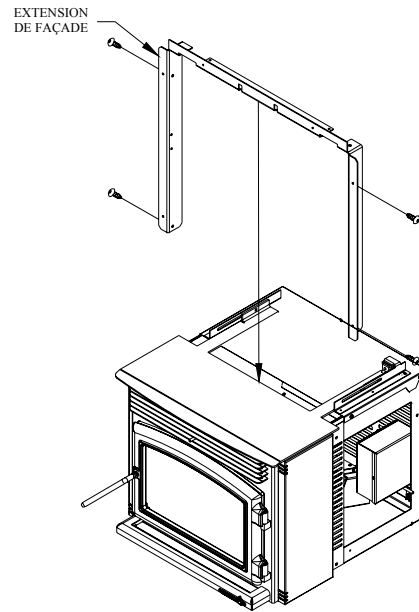

Figure 29
- 5- Fixez l'extension de façade au poêle.(Figure 29)